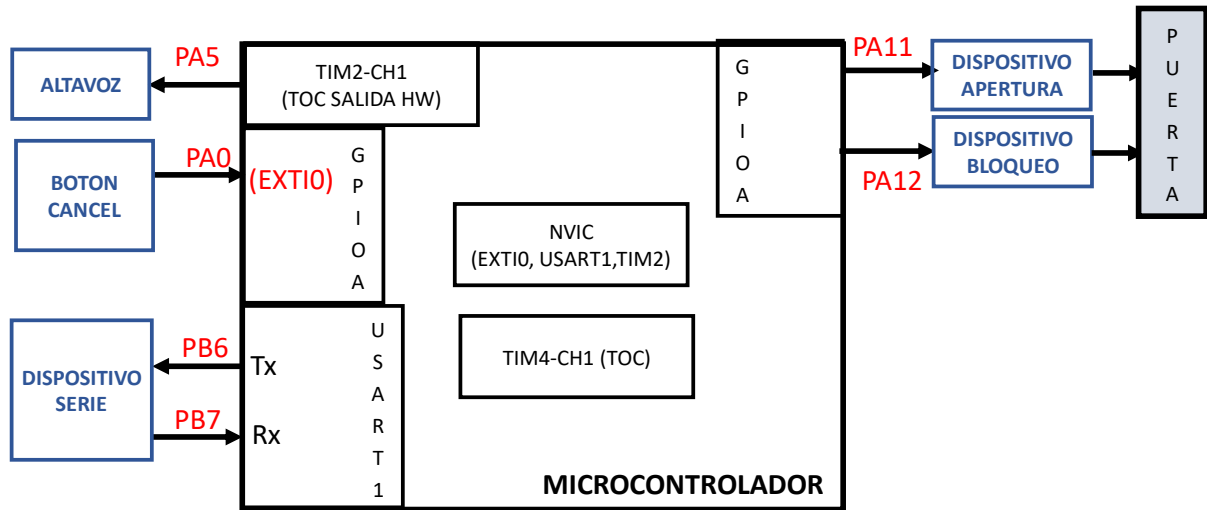

Figura 1. Esquema del sistema de acceso con cerradura electrónica
El esquema del sistema completo es el que se muestra en la figura 1:
1. Represente el esquema del hardware (diagrama de bloques) para esta aplicación. Dibuje el microcontrolador como un bloque, indicando claramente todos los recursos del microcontrolador utilizados y qué pines del microcontrolador se conectan a cada una de las entradas o salidas de todos los elementos que componen el sistema (cada elemento debe estar claramente identificado en el diagrama con el mismo nombre con que se denota en la figura 1). Además, rellene la siguiente tabla. (25%)